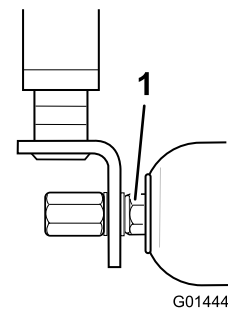

Bild 81
2. Ziehen Sie bei einer zu starken Bewegung die Muttern an jedem Ende der Rolle mit einem Schraubenschlüssel gerade so weit an, um ein Spiel am Ende zu entfernen (Bild 81).